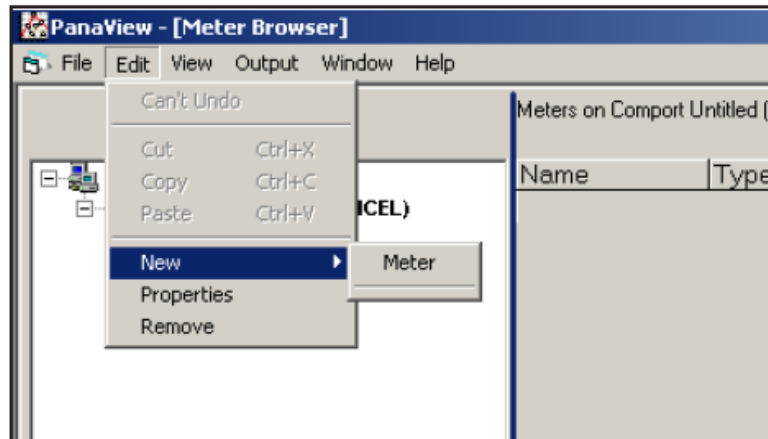

図 D-3 Edit メニューの New オプション
2. *Edit* メニューの *New* オプションをクリックします（下記の図 D-3 参照）。